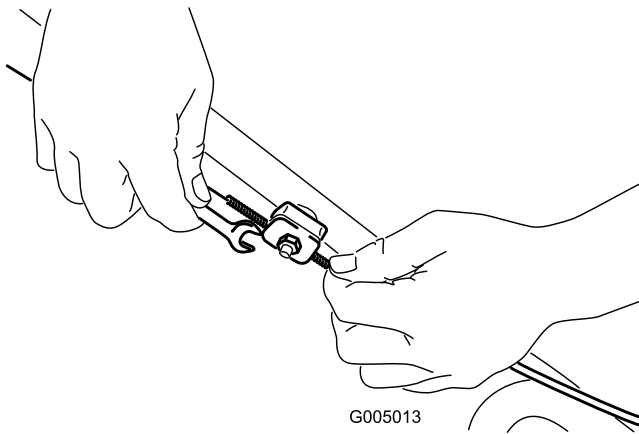

Figure 34
1. Desserrez l'écrou du support de guidage du câble (Figure 34).